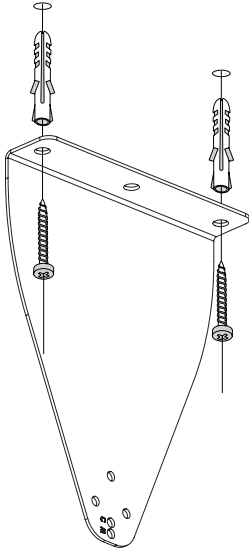

Fig.3
2. Monte los dos soportes. Fig.3.